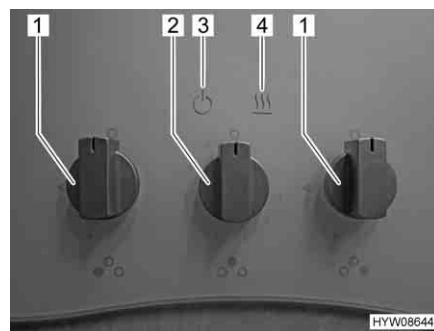

Fig. 100 Elementi di comando del fornello a gas con piano di cottura a induzione
- Ruotare il pomello girevole (Fig. 100,1) dell'impianto a fiamma libera desiderato in posizione accesa (fiamma alta).
- Ruotare il pomello girevole (Fig. 100,2) del piano di cottura a induzione nella posizione desiderata. L'indicazione di accensione (Fig. 100,3) si accende.
- Ruotare il pomello girevole (Fig. 100,2) del piano di cottura a induzione in posizione 0. L'indicazione di accensione si spegne. L'indicazione del calore residuo (Fig. 100,4) rimane accesa finché il piano di cottura è ancora caldo.